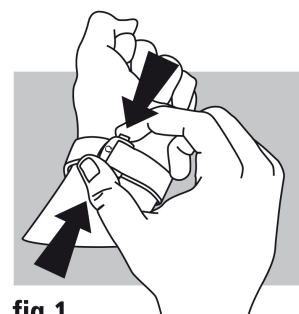

fig. 1
**Apertura (fig. 1):** para abrir este cierre OMEGA, basta con apretar los 2 pulsadores situados a ambos lados y tirar hacia arriba.